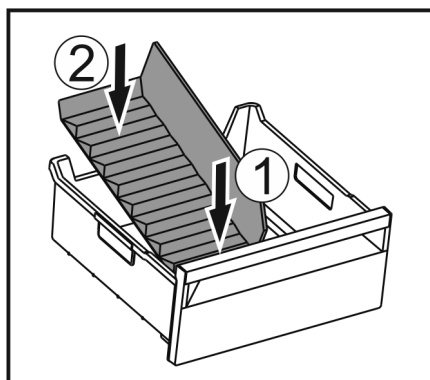

Fig. 224
- Inserire la parte anteriore del divisore dello scomparto del ghiaccio. Fig. 224 (1)
- Abbassare la parte posteriore del divisore dello scomparto del ghiaccio fino al fondo del cassetto. Fig. 224 (2)